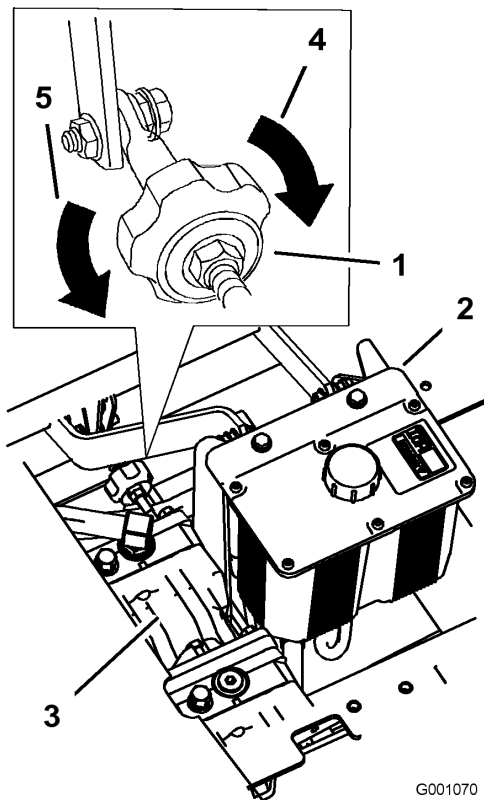

Figure 70
- Réglez la longueur de la tige de pompe en tournant le bouton dans le sens voulu, jusqu'à ce que la roue soit immobilisée ou tourne légèrement en marche arrière (Figure 70).